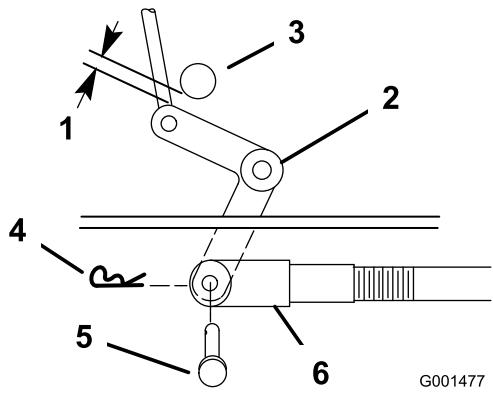
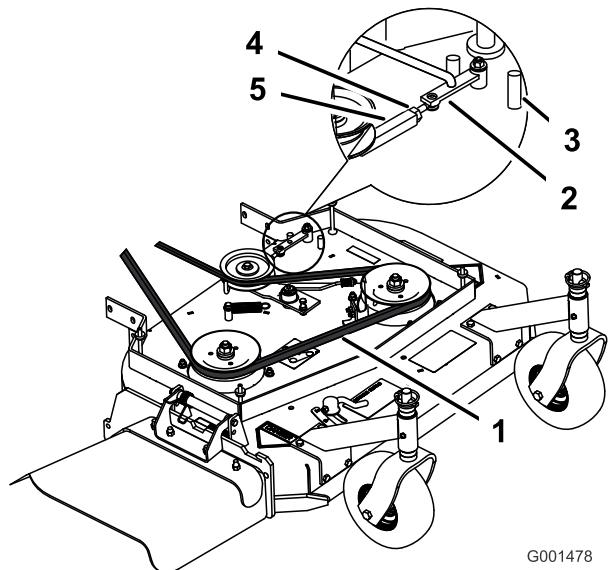
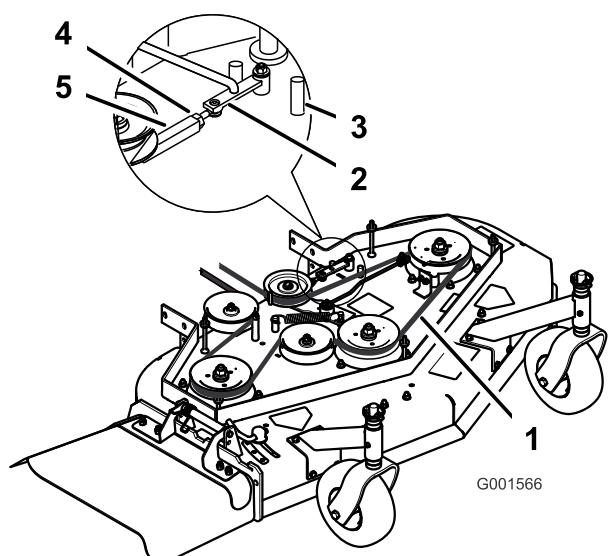

Figure 48
Figure 49
Figure 50
9. Vérifiez l'écartement entre l'axe coudé et l'arbre de sortie de transmission (Figure 48).
11. Tournez la chape dans le sens horaire sur la tige pour accroître l'écartement, et dans le sens antihoraire pour le réduire (Figure 48).
Remarque: Si le bras d'assistance ne touche pas la butée avant du tablier de coupe (Figure 49 ou Figure 50), réglez la chape de sorte à rapprocher le levier coudé de l'arbre de sortie de transmission (Figure 48).